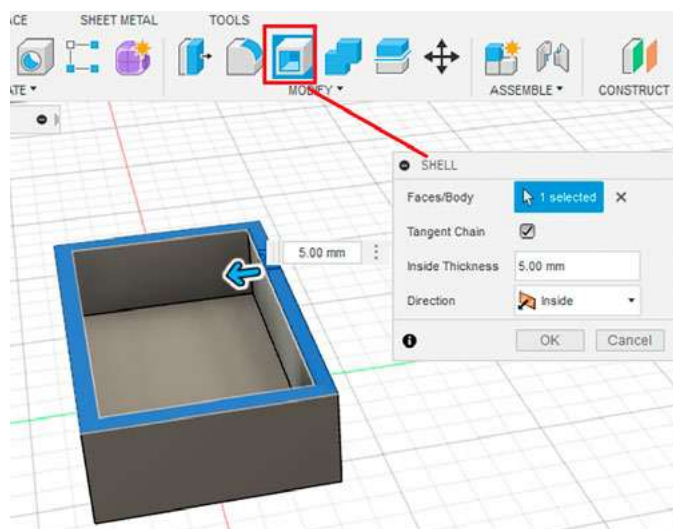

Рис. 13. Создание стенок корпуса с помощью SHELL
6. Создайте стенки корпуса. Выделите компонент «Корпус», кликните по верхней грани заготовки и выберите инструмент SHELL (оболочка). Установите толщину стенки 5 мм. Завершите редактирование (рис. 13).